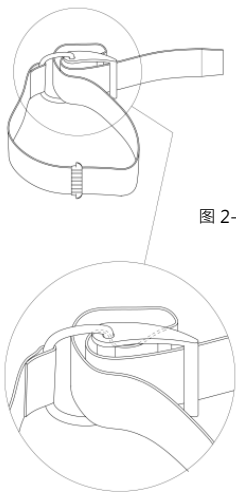
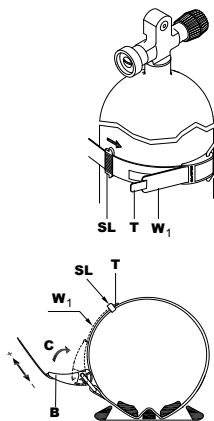
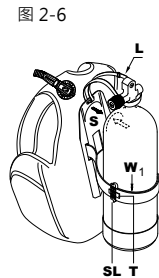
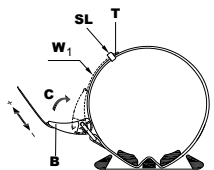

图 2-4
图 2-5
图 2-6
图 2-7
- 1) 旋转带扣直到它卡到打开的位置，拉动塑料带扣旁边的背带如图（图2-4）所示，夹紧在单气瓶上之前打湿背带，并调整长度（图2-7）。
- 2) 如果背心有一个坚固的背架，就将背架的凹槽处（S）放置在单气瓶的的肩部上（图2-6），然后系紧单气瓶旁边的速释带背带（图2-5和图2-7）。带有坚固背架的背心，需系紧背架上方的安全背带（L）（图2-6），当背带系紧、闭合后会防止背心滑下来。一旦正确调整，就有助于简易、反复的重新调整背心上单气瓶的正确位置。
- 3) 插上带扣（C）（图2-7）。如果背带太紧或太松，打开维可牢和带扣重新调整速释带（W1）的背带（图2-5）长度。
为了增加安全性，拉动扁带末端（T）旁边的环圈（SL）（图2-5），在带有坚固背板的背心里，将单气瓶装置到背心上，你可以使用把手提起整个装备并融合到背架上。来回摇晃几下，确保单气瓶正确固定。